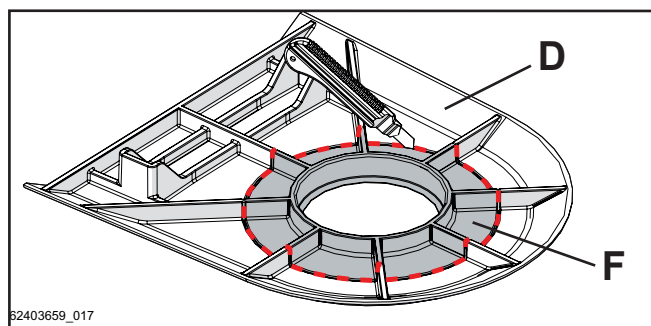

Figure 5-77
**ATTENTION:** -Si l'appareil est doté d'un terminal d'évacuation des fumées de type coaxial, retirer la zone « F » (identifiable par le prédécoupé sur la surface inférieure) de la garniture « D » à l'aide d'un cutter (Figure 5-77).